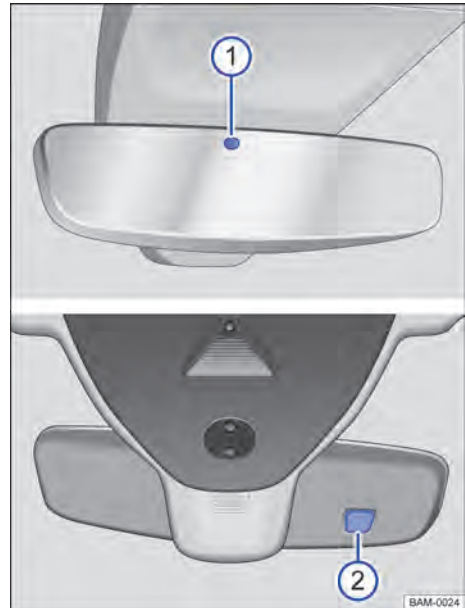

Fig. 117 No para-brisa: espelho retrovisor interno com antiofuscante automático.
Com a ignição ligada, os sensores medem a incidência de luz por trás → Fig. 117 ① e pela frente ②.